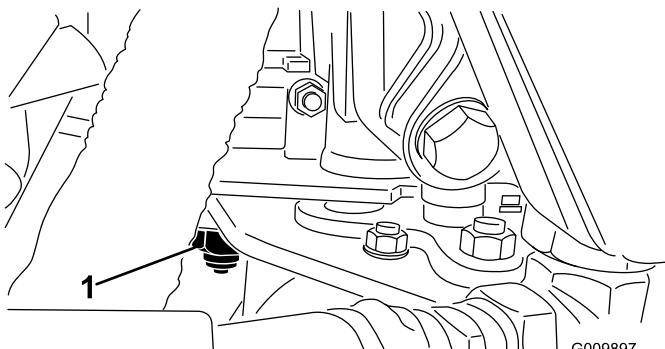

Figure 51
3. Desserrez le contre-écrou de la came de réglage de transmission (Figure 51).